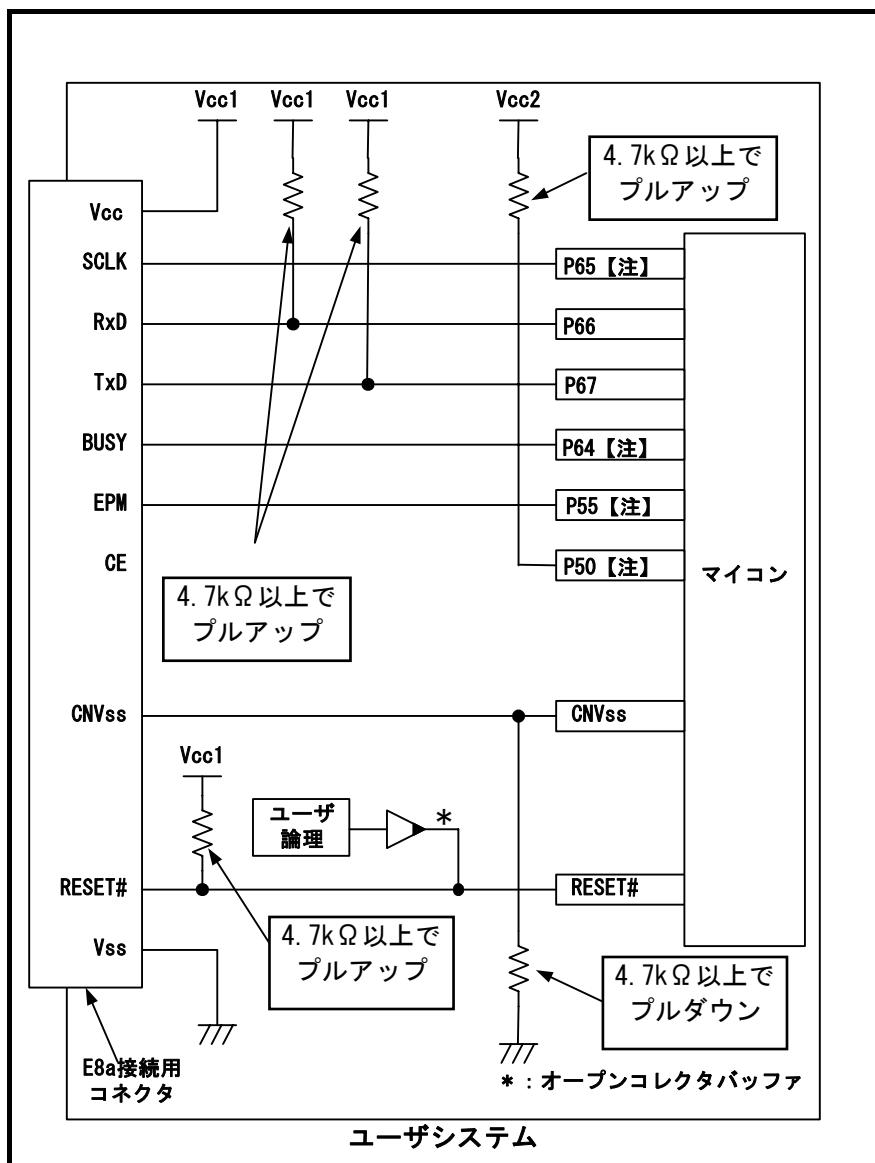

図 4.3 E8aの接続例(2電源かつシングルチップモードの場合)
- 2電源かつシングルチップモードの場合 : 図 4.3参照